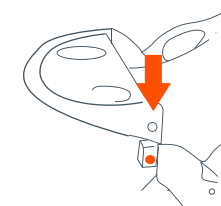

Fig. 10b
- Gire la bandeja hacia abajo hasta que se sujete bien en el apoyabrazos izquierdo (Fig. 10b).